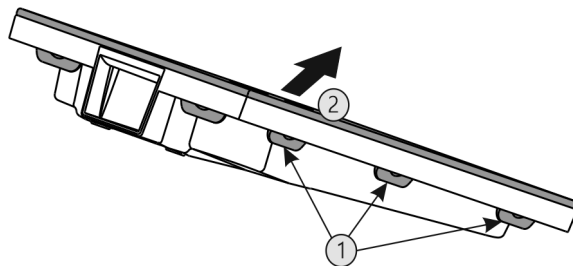

Fig. 50
- Postupne stlačte všetky spony Fig. 50 (1) a odoberte kryt Fig. 50 (2).